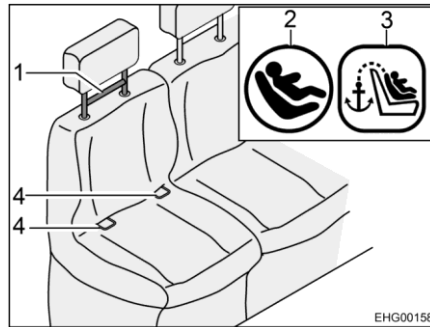
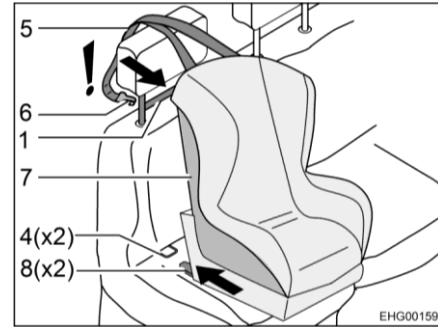

Bild 20 Sitz mit Isofix
Bild 21 Befestigung mit Isofix
Für Isofix geeignete Fahrzeugsitze sind mit dem Isofix-Symbol (Bild 20,2) ausgestattet. Die Lage des Top-Tethers ist ebenfalls mit einem Symbol (Bild 20,3) gekennzeichnet.
- Rastarme (Bild 21,8) in Haltebügel (Bild 20,4) einrasten. Dabei muss ein deutliches Klickgeräusch zu hören sein.
- Mit einem kräftigen Ruck kontrollieren, ob der Kindersitz (Bild 21,7) fest sitzt.
- Top-Tether-Gurt (Bild 21,5) über die Kopfstütze des Fahrzeugsitzes führen.
- Befestigungshaken (Bild 21,6) am Top-Tether (Bild 20,1) einhaken.